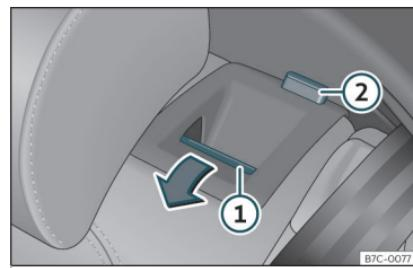

Fig. 111 Asiento trasero: abatir el respaldo.
- Pulse la tecla de desbloqueo »» **fig. 111 ①** hacia delante y, al mismo tiempo, abata el respaldo. El respaldo trasero está desbloqueado cuando se ve una marca roja en la tecla **②**.
- El respaldo trasero está desbloqueado cuando se ve una marca roja en la tecla »» **fig. 111 ②**.